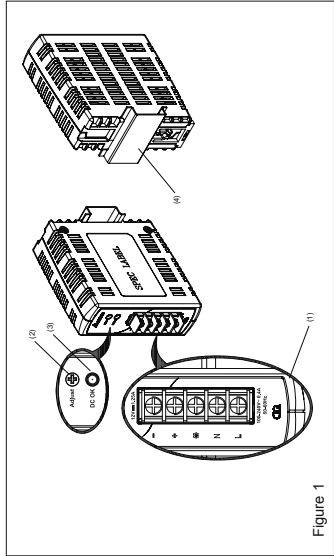

Figure 1
- 2. Gerätebeschreibung (Abb. 1)**
- 5.1. Anschluss der Eingangsklemmen (Abb. 1, Abb. 5)**
- 5.2. Anschluss der Ausgangsklemmen (Abb. 1 (2))**
Verwenden Sie die Schraubklemmen „+“ und „-“, um den 12Vdc-Anschluss herzustellen. Am Ausgang stehen 12Vdc zur Verfügung. Die Ausgangsspannung kann am Potentiometer zwischen 11 und 14Vdc eingestellt werden. Die grüne LED „DC OK“ zeigt die korrekte Funktion des Ausgangs an (Abb. 1 (3)). Das Gerät verfügt über einen Kurzschluss-, Überlast- und Überspannungsschutz, der auf 17,6Vdc begrenzt ist.